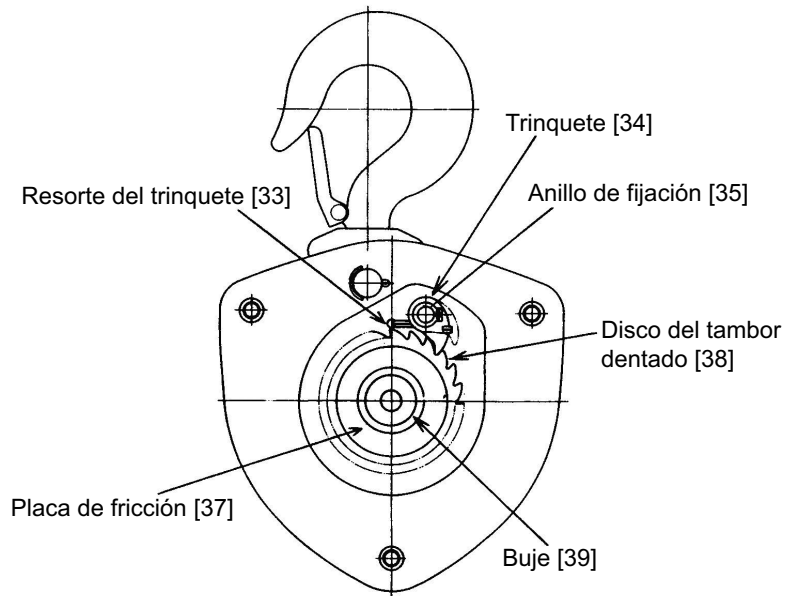

Figura 6-10 Conjunto del freno y trinquete
- 15) Aplique aceite para máquina en el pasador del trinquete (en la placa lateral A [11]) y una al mismo el resorte del trinquete A [33] y B [33] y el trinquete [34] respectivamente. Sujételos con el anillo de fijación [35]. Consulte la Figura 6-10.
- 17) Limpie cualquier suciedad en el disco de fricción [36], las placas de fricción [37] y en ambos lados del disco del trinquete [38] además de revisar que el aceite del buje [39] sea adecuado (el buje debe contener aceite). Después coloque la placa de fricción, el buje, el disco del trinquete y la placa de fricción respectivamente sobre el disco de fricción. (Asegúrese de que el disco del trinquete y el trinquete se enganchen de manera apropiada.) Consulte la Figura 6-10.